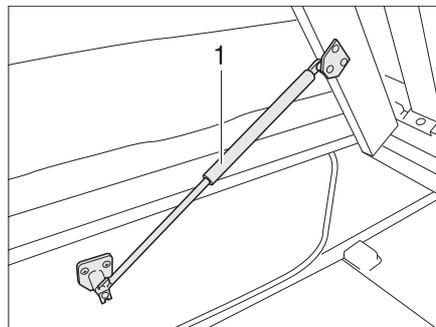

Bild 128 Festes Bett
- Lattenrost anheben. Die Gasdruck-Federn (Bild 128,1) halten den Lattenrost in geöffneter Stellung.